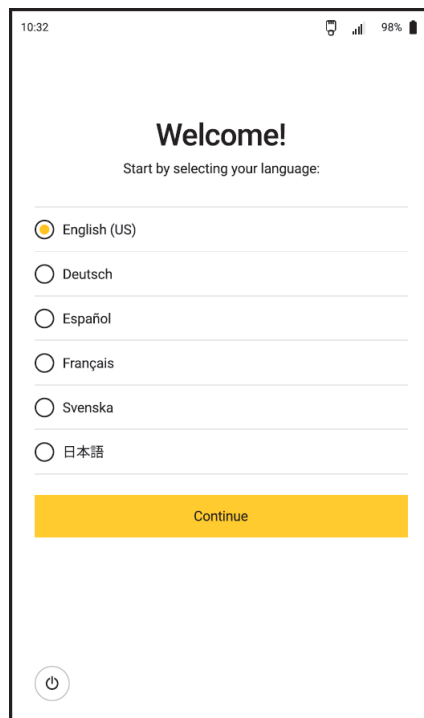

Fig. 06
1. Al primo avvio, selezionare la lingua del display. (Fig. 06)